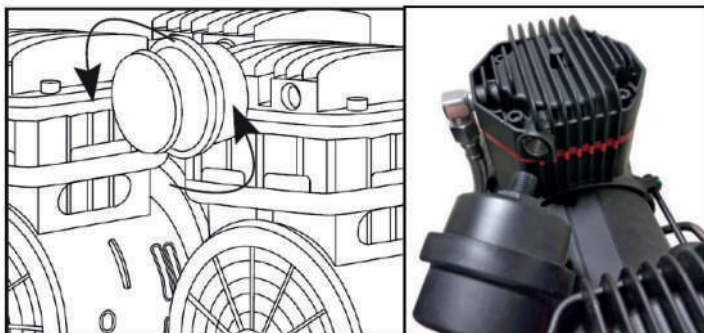

Рис. 5
4. Установите на каждый поршневой блок воздушный фильтр (рис. 5).